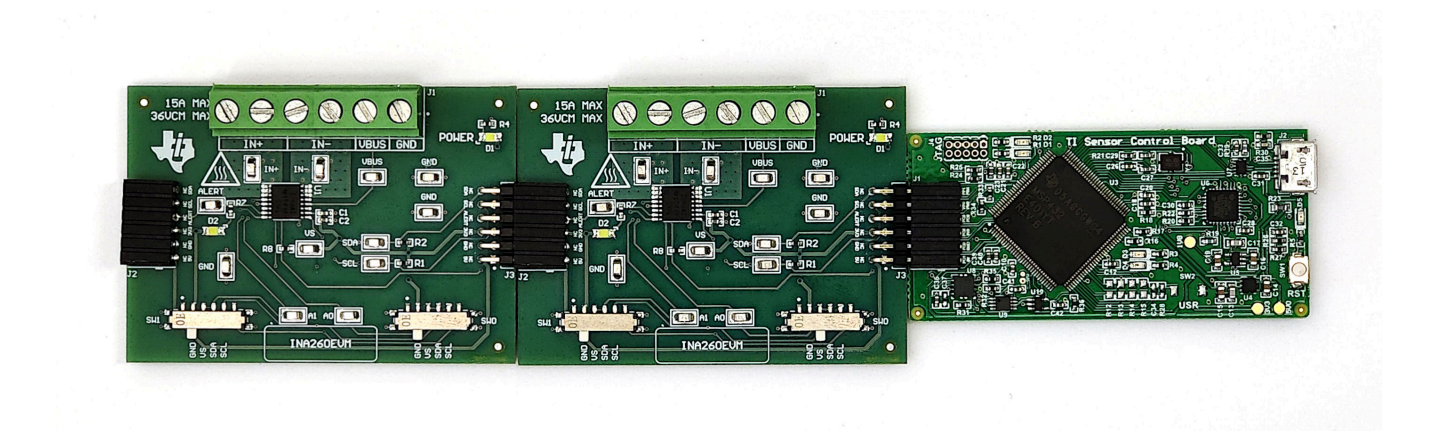

图 2-2. 多个 EVM 连接到 SCB 控制器
- 连接相同类型的多个 EVM 时，请参阅图 2-2。
如果使用多个 EVM, 如图 2-2 所示进行连接。确保对每个器件使用不同的 I2C 地址。GUI 最多仅支持总共 4 个 EVM。